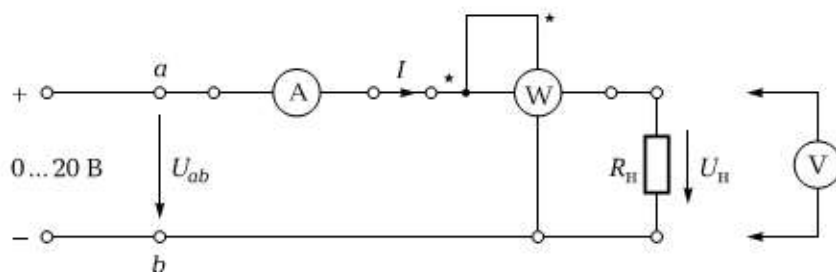

Рис. 1.1. Схема ЭЦ для проверки основных параметров электроизмерительных приборов
2. Собрать ЭЦ в соответствии с рис. 1.1. В качестве нагрузки использовать резистор R_1 платы стендовой панели. Подключить ЭЦ к источнику постоянного напряжения $U = \dots В$.
4. Установить на выходе источника питания напряжение $U = \dots В$ и снять показания амперметра (I) и ваттметра (P). Измерить напряжение на нагрузке U_n . Данные измерений занести в таблицу. Повторить измерения при изменении напряжении питания. Данные измерений занести в таблицу.